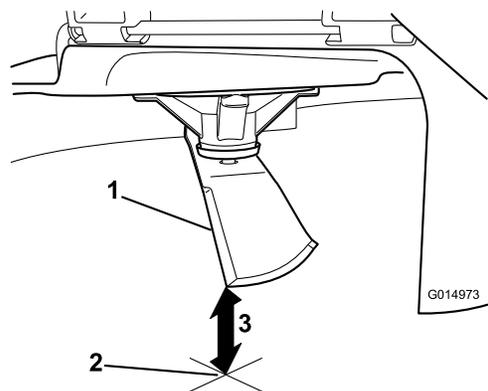

Figura 53
5. Mida desde la punta de la cuchilla hasta la superficie plana (**Figura 53**).